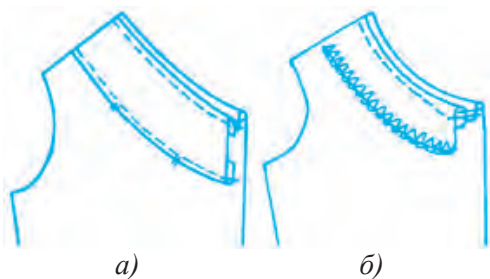

Рис.47. Обработка обтачкой.
Наиболее часто употребляемая подкройная обтачка выполняется в следующем порядке (рис.47):
3. Вывернуть обтачку на изнаночную сторону изделия, выправить шов, выметать кант из основной ткани и проложить отделочную строку на 2–3 мм от обработанного края горловины (рис.47, а).